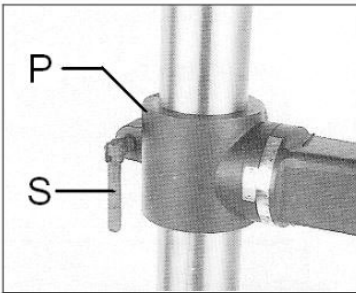

Fig 3
Avvitare la maniglia di serraggio (vedere Fig. 3) nella flangia della colonna (P).
Montare il piano di lavoro (H, Fig. 3).
Avvitare la leva di serraggio (G, Fig. 3).